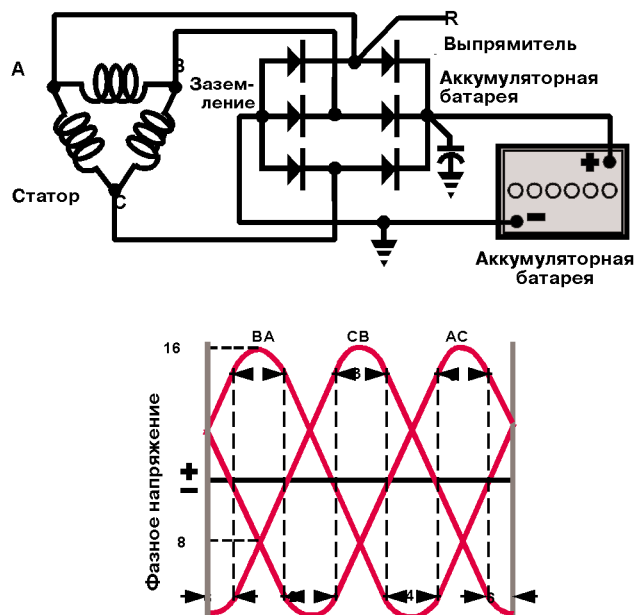

Рис. 137
В течение первого периода (рисунок 137) максимальное напряжение, создаваемое в статоре, соединенном по схеме треугольника, соответствует фазе (BA). Электрический ток через выпрямитель точно такой же, как и в статоре, соединенном по схеме звезды, поскольку потенциалы напряжений на диодах одинаковы. Статор, соединенный по схеме звезды, в отличие от статора, соединенного по схеме треугольника, проводит ток только через две обмотки за период. Статор, соединенный по схеме треугольника, проводит ток через все три обмотки.